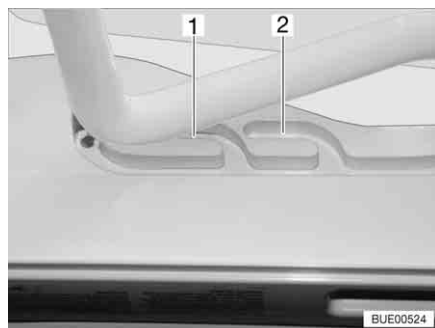
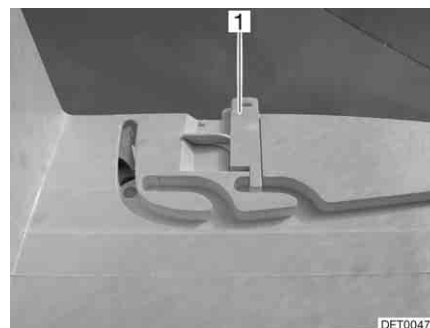

Fig. 86 Clarabóia Heki em posição de arejamento
Fig. 87 Dispositivo de bloqueio da posição de arejamento
A clarabóia Heki pode ser posta em duas posições de arejamento: Posição para mau tempo (Fig. 86,1) e posição média (Fig. 86,2). Dependendo do modelo, a clarabóia pode ser trancada na posição média usando o trinco (Fig. 87,1).
- Empurre o arco ligeiramente para cima e mova-o e, se for preciso, prenda-o no guia escolhido (Fig. 86,1 ou 2).